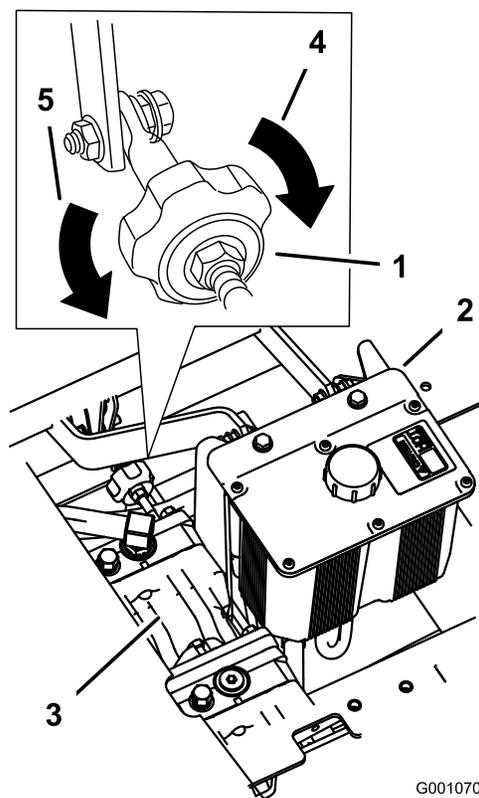

Figure 72
- Si la machine se déporte à droite, tournez le bouton vers la gauche de la machine ; voir Figure 72.
- Si la machine se déporte à gauche, tournez le bouton vers la droite de la machine ; voir Figure 72.